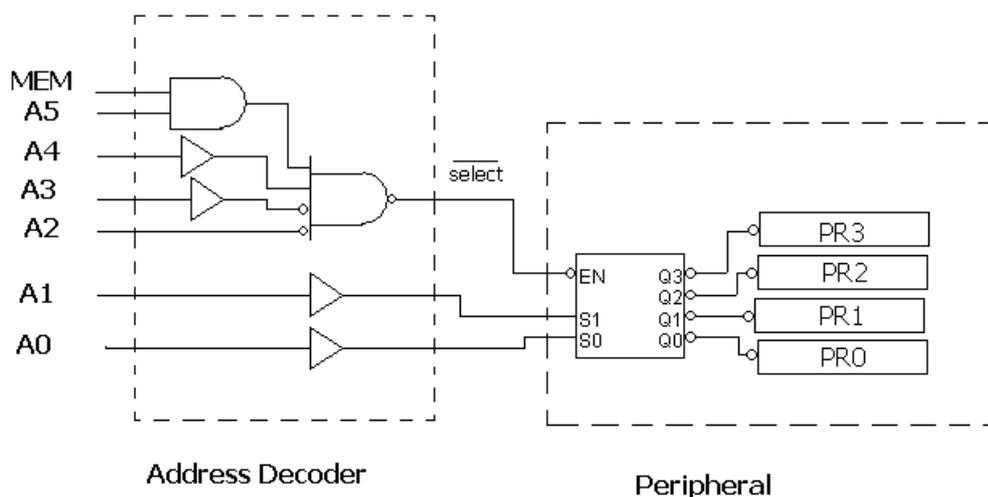

Figure P. 4: Address decoding.
**Problema 4.** Un microcontrolador hipotético tiene un bus de direcciones (“address bus”) con un ancho de seis bits. Los seis bits del bus se denominan, del más al menos significativo, **A5**, **A4**, **A3**, **A2**, **A1** y **A0**. El bus de control (“control bus”) contiene una señal **MEM** que se activa (=1) cuando la instrucción requiere trabajar con memoria o con puerto I/O. En la figura P. 4 se muestra un periferal que contiene cuatro registros PR0, PR1, PR2 y PR3, junto con un decodificador (“decoder”) interno usado para seleccionar el registro que se activa. Para cada registro existe una única combinación de valores de los bits del bus de direcciones (“address bus”) que lo activa cuando MEM=1. Esta combinación recibe el nombre de *dirección del registro* (“register address”).